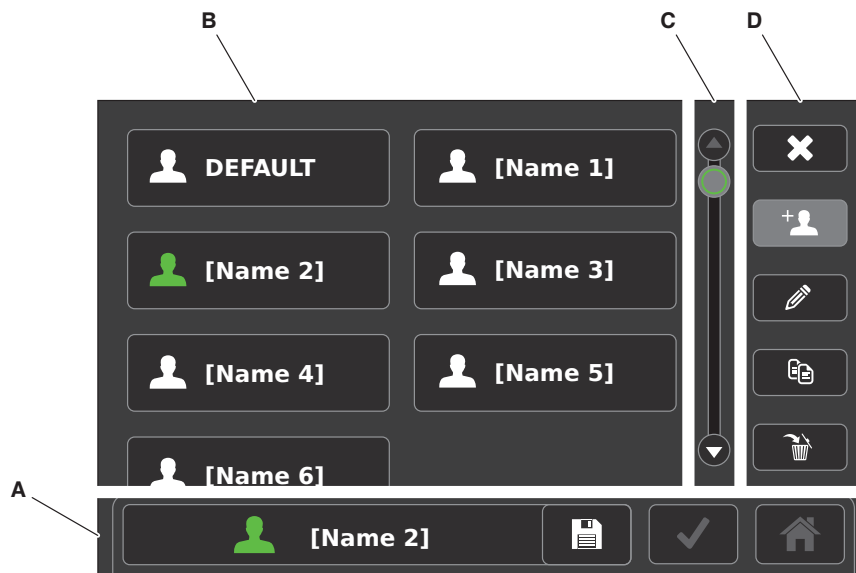

Figure 11 – Écran des préréglages
2. Appuyer sur le bouton d'enregistrement (Figure 11).